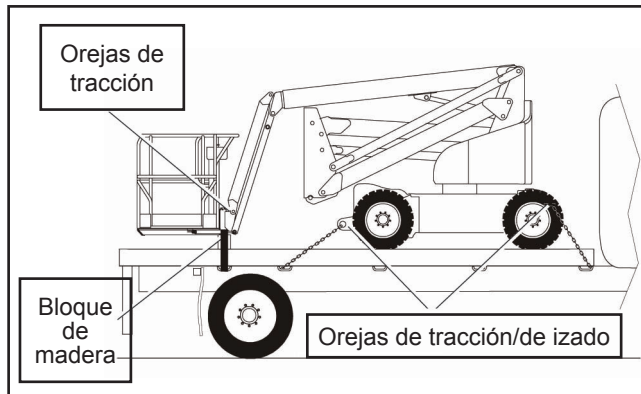

Figura 5 – Plataforma
4. Sitúe un bloque de madera grande bajo los estribos de soporte de la plataforma (consulte la Figura 5). Baje la plataforma para que descansa en el bloque de madera.